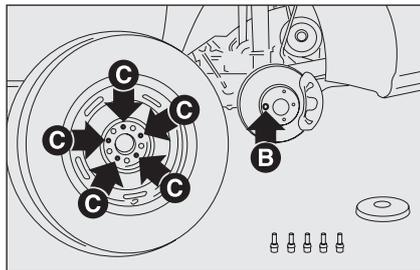

fig. 6
- Asegúrese de que la rueda de repuesto posea la superficie de apoyo limpia y sin impurezas que posteriormente podrían aflojar los bulones de fijación. Monte la rueda de repuesto, haciendo coincidir uno de los orificios **C**-fig. 6 con el perno **B**;